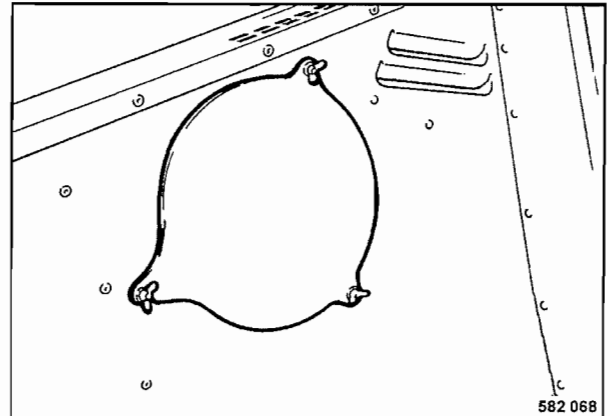

Fig. 102
- Desmontar la tapa de mantenimiento (Fig. 102).